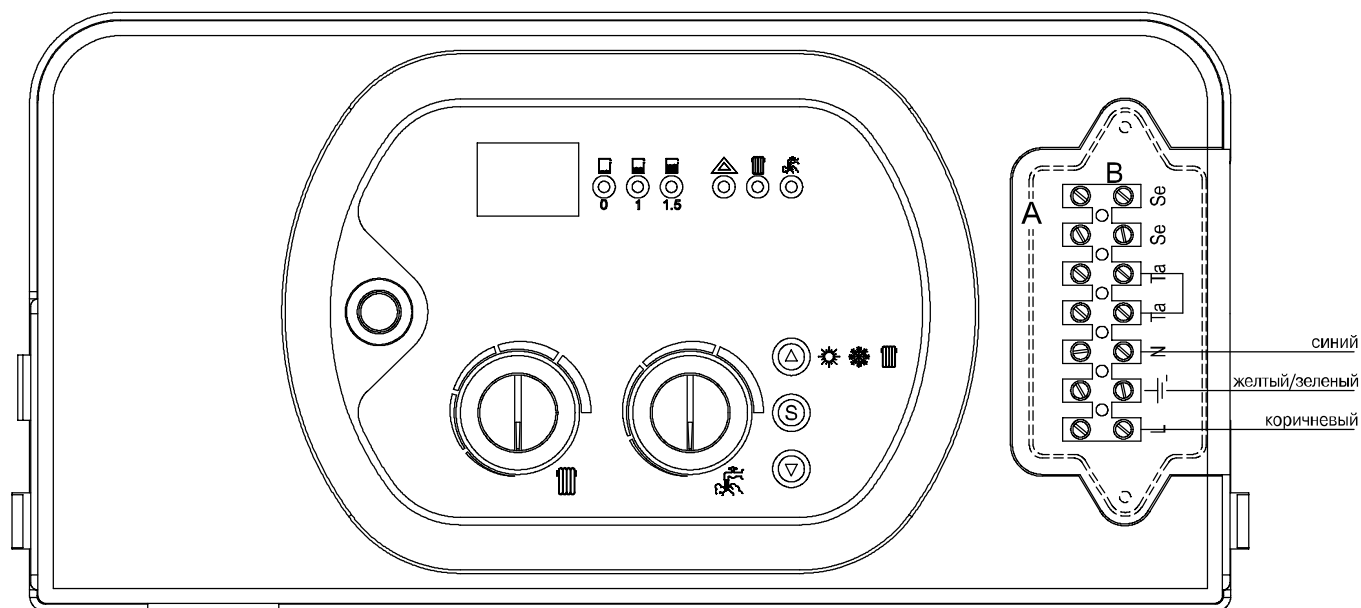

Рис. 1
- D. Отверните 2 крепежных винта и откройте крышку клеммной коробки (рис.1).
- Подключите провод заземления (желто-зеленый) к клемме «заземление» “ \perp ” (рис.1).
ОРГАНЫ УПРАВЛЕНИЯ (рис. 1)